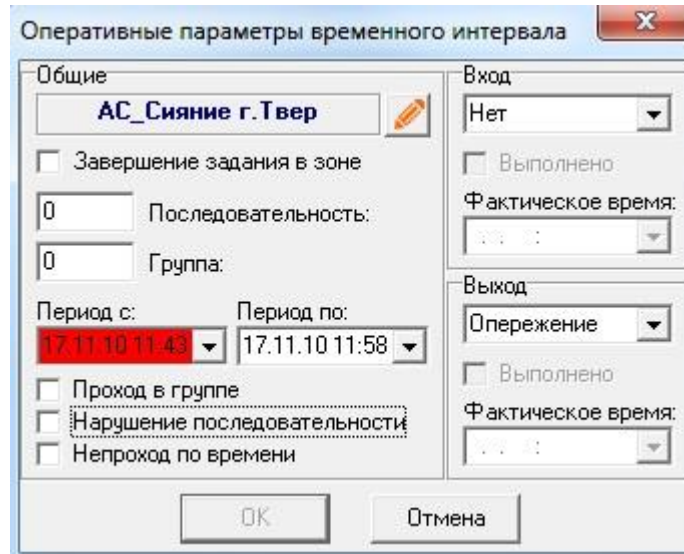

Рисунок 122 – Пример неправильного ввода значения в поле «Период с:» при задании нового интервала
- Программа контролирует временные рамки интервала и не позволяет устанавливать границы нового временного интервала за пределами границ базового интервала для выбранной зоны. В случае нарушения этого условия Программа отображает неправильное значение на красном фоне. Рисунок 122 иллюстрирует пример неправильного ввода значения в поле «Период с:».